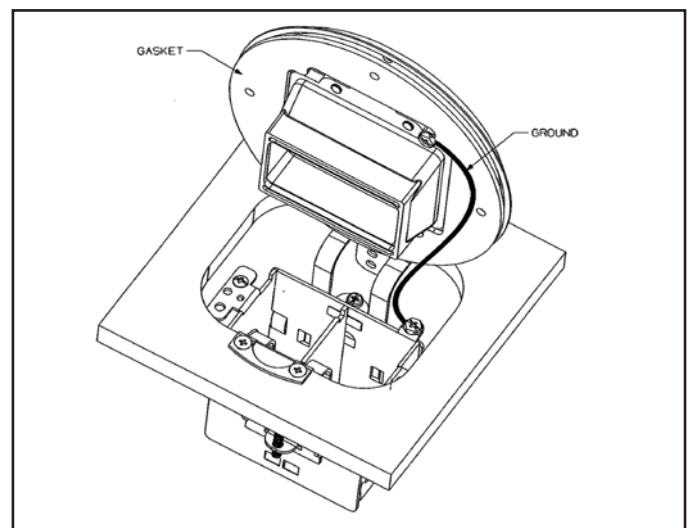

FIGURE 3
7. Attach ground wire to cover and attach system-grounding conductor see Fig. 3.
7. Fixer le fils de MALT au couvercle et le conducteur de MALT du réseau. Fig. 3
7. Unir el cable de tierra a la tapa y fijar el conductor de puesta a tierra del sistema. Fig.3